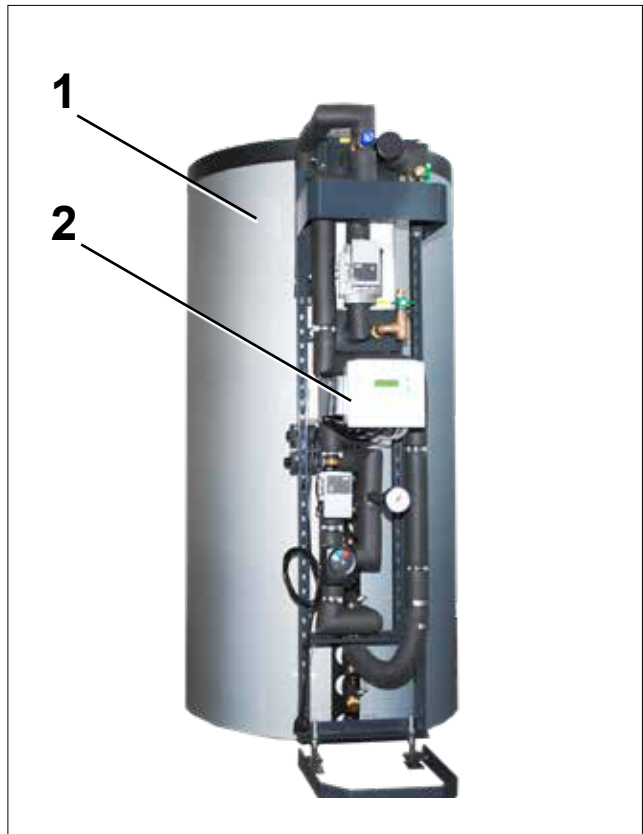

Abb.: 1 Komponentenübersicht Speicher + Vorbau
- Schließen Sie die Vor- und Rücklaufleitungen an (Systemanschlüsse, siehe „Abb.:1 Komponentenübersicht“ auf Seite 8).